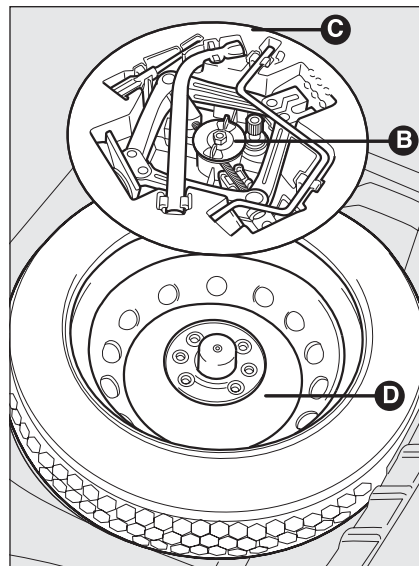

fig. 3
- ☐ dévisser le dispositif de blocage **B-fig. 3**;
- ☐ ranger la roue galette **D-fig. 3** dans son logement dans le coffre à bagages;